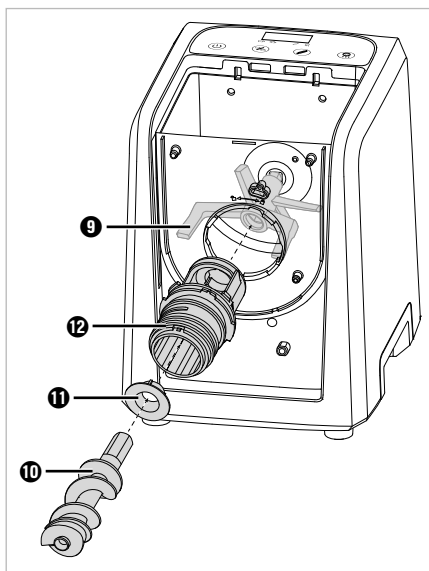
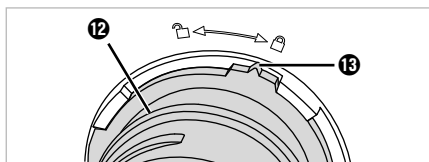

Fig. 3
Fig. 4
- 4) Glissez le palier **11** dans l'extrémité du support **12** de manière à ce que les trois ergots du palier **11** glissent dans les évidements du support **12** (**fig. 3**).
- 5) Montez le support **12** sur la cuve à pâte **15**. Glissez pour cela le support **12** avec l'extrémité étroite dans l'orifice rond de la cuve à pâte **15** (**fig. 3**). Le support **12** ne peut entrer dans l'orifice que dans une seule position, le repère **13** indique ce faisant le symbole **14** sur la cuve à pâte **15**. Tournez le support **12** dans le sens horaire jusqu'à ce que le repère **13** sur le support **12** pointe vers le symbole **14** (**fig. 4**) :
- 6) Glissez alors la vis d'extrusion **10** avec l'extrémité étroite au travers du support **12** dans le logement du crochet de pétrissage **9** (**fig. 3**). Si nécessaire, introduisez la main dans la cuve à pâte **15** par le haut et secouez un peu le crochet de pétrissage **9** jusqu'à ce que vous puissiez introduire la vis d'extrusion **10**.